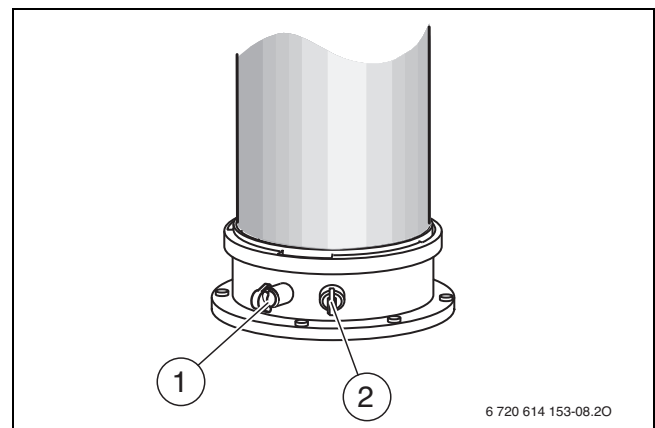

Bild 56 Abgasmessstutzen und Verbrennungsluft-Messstutzen
- ▶ Stopfen am Verbrennungsluft-Messstutzen (→ Bild 56, [2]) entfernen.
- Stopfen am Abgasmessstutzen (→ Bild 56, [1]) entfernen.